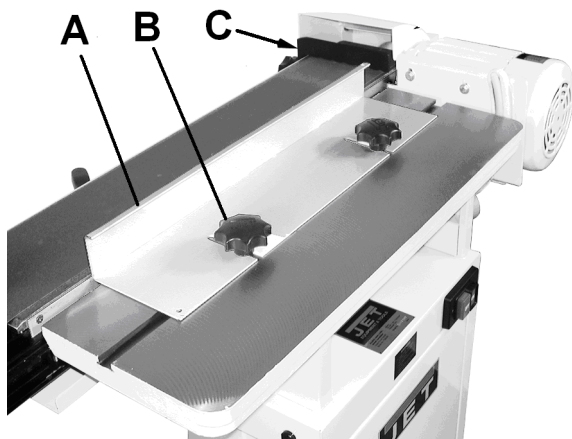

Fig 7
Monter le stopper de ponçage (C, Fig 7) et la butée horizontale (A) avec les poignées étoile (B)